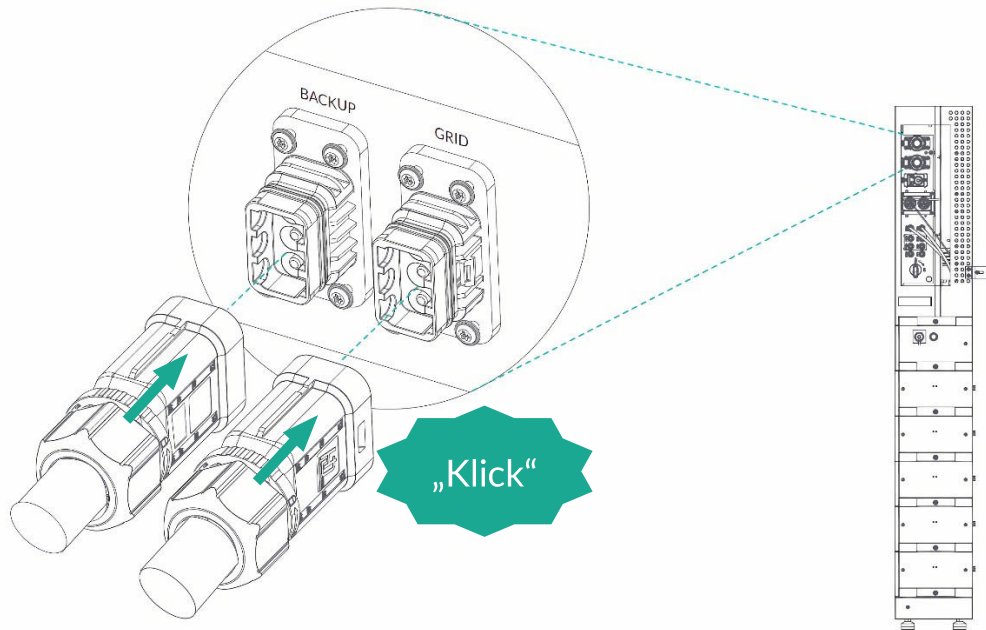
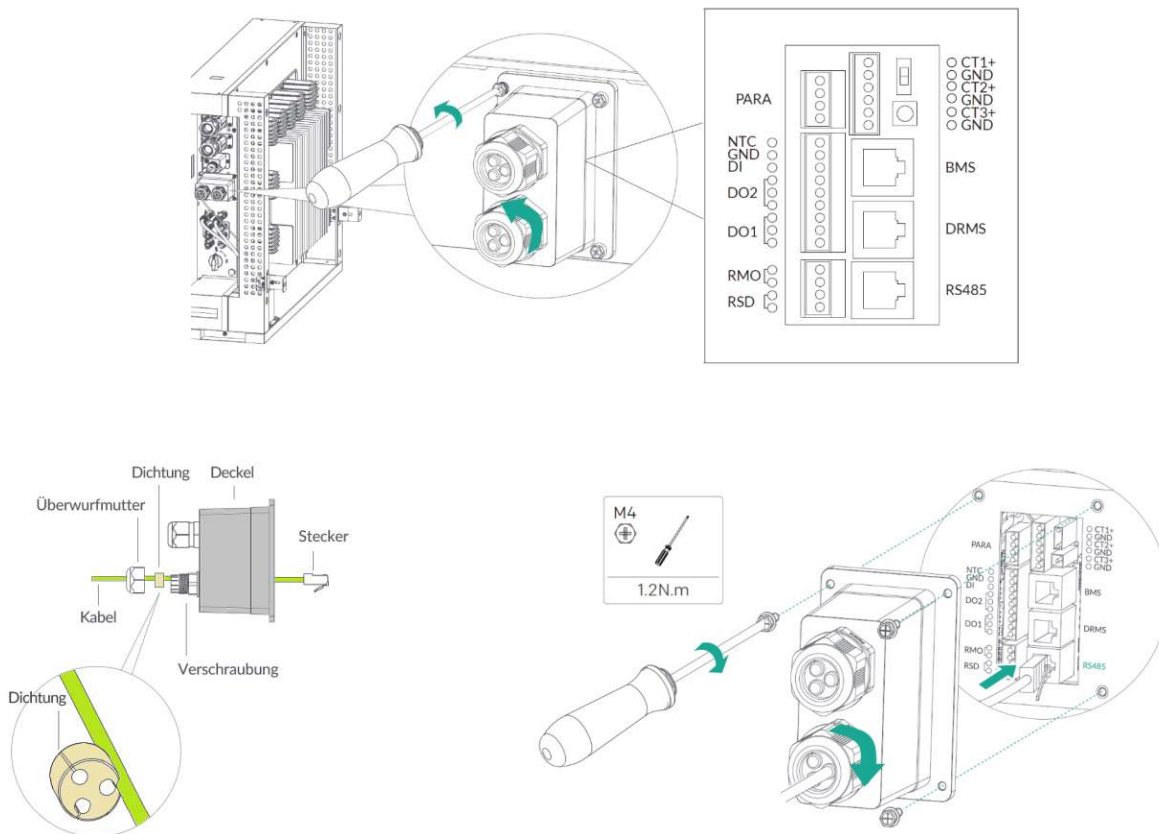

Abbildung 24: Anschluss AC-Stecker am Wechselrichter
Abbildung 28: Anschlussfeld Kommunikation
- Stecker auf den Anschluss am Wechselrichterschieben, bis die Verriegelung einrastet. Farbkodierung beachten. Durch Ziehen am Stecker prüfen, ob die Verriegelung eingerastet ist. (Abbildung 24)
- Das Anschlussfeld für Kommunikation liegt unter einer schwarzen Kunststoff-Abdeckung (Abbildung 28). Im Auslieferungszustand ist dort bereits das Kabel für das Batterie-Management-System (BDU) angeschlossen.
- Anschluss Smart Meter RS485 Kabel wie in Abbildung 28 gezeigt
- Anschluss Grid und Backup am Wechselrichter wie in Abbildung 24 und Abbildung 28 gezeigt